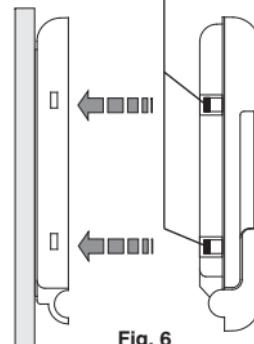

Fig. 6
- Fijar el cuerpo del cronotermóstato a la base, como se indica en la fig. 6.